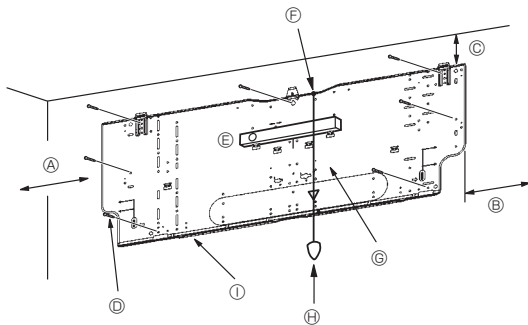
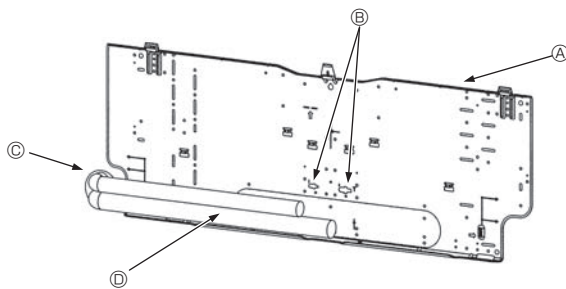

Fig. 3-4
Fig. 3-5
■ PKA-RP60, 71, 100KAL (Fig. 3-4)
- D Bevestigingsschroeven (4 × 25) ②
- I Ophangplaat ①
3.3. Bij het inbrengen van de pijpen in de muur (Fig. 3-5)
- A Ophangplaat ①